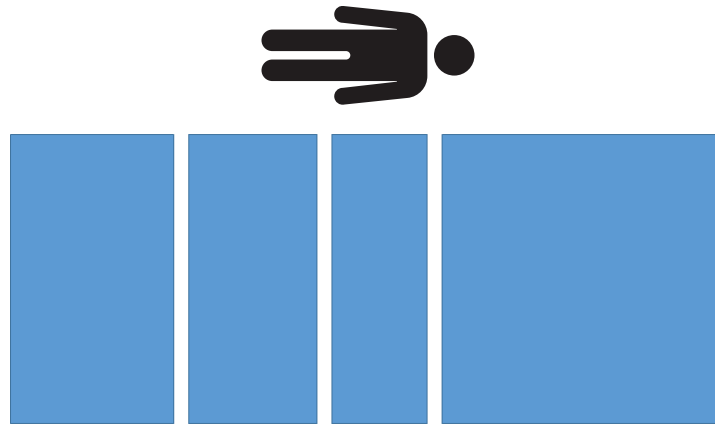

図 24 – 重量性能試験 - 0 kg
12. 製品から較正済み分銅をすべて取り除きます (図 24)。